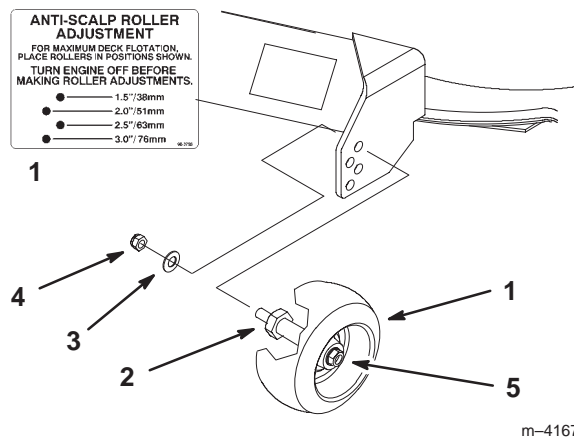

Figure 19
2. Lorsque la hauteur de coupe est réglée, enlevez l'écrou et la rondelle tout en maintenant le goujon avec une clé (Fig. 19).
Remarque : N'enlevez pas l'écrou et la rondelle de la roue (Fig. 19).
3. Choisissez le trou pour que la roue de jauge se trouve le plus près possible de la hauteur de coupe correspondante voulue (Fig. 19).
4. Remettez l'écrou à collerette et la rondelle élastique. Serrez à 54,2–61,0 Nm (40–45 pieds-livre) (Fig. 19).